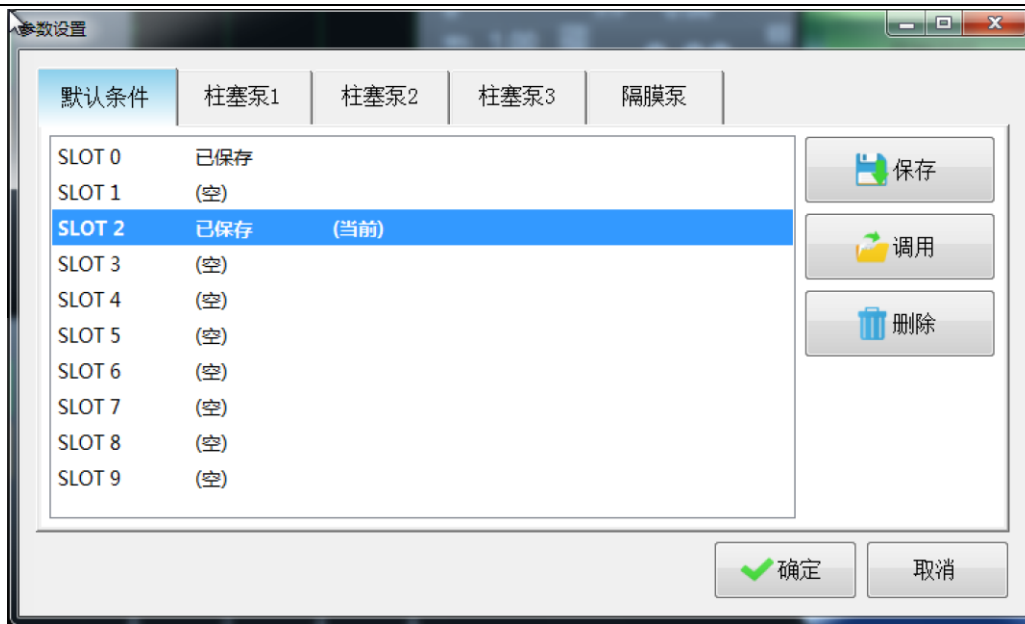
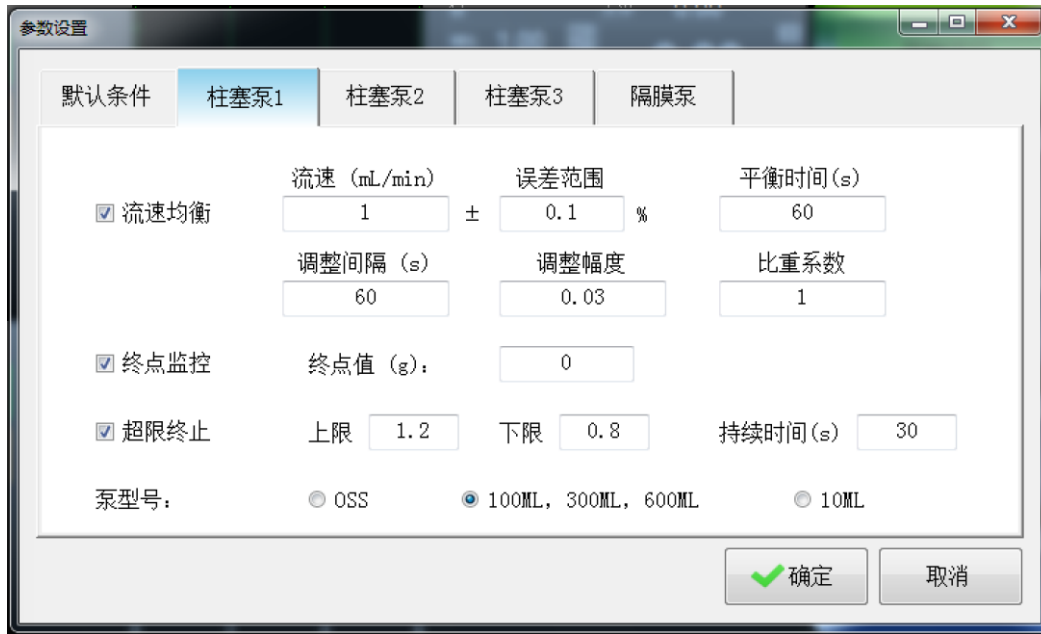

图 4-2 参数设置界面 1
图 4-3 柱塞泵设置界面
5. 在主界面下，按【参数设置】键，进入参数设置界面，如图 4-2 所示
6. 在图 4-2 界面下，按【柱塞泵 1】，进入柱塞泵 1 设置界面，如图 4-3 所示。